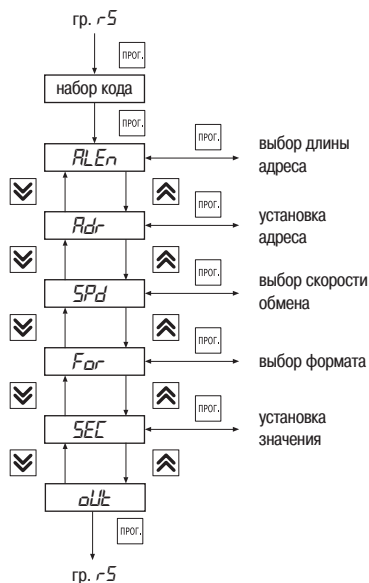

Рис. 21
6.2.2.8. Группа «rS» предназначена для задания значений параметров обмена при установленном в приборе модуле интерфейса связи RS-485 (рис. 21). Код доступа для данной группы «\_11».